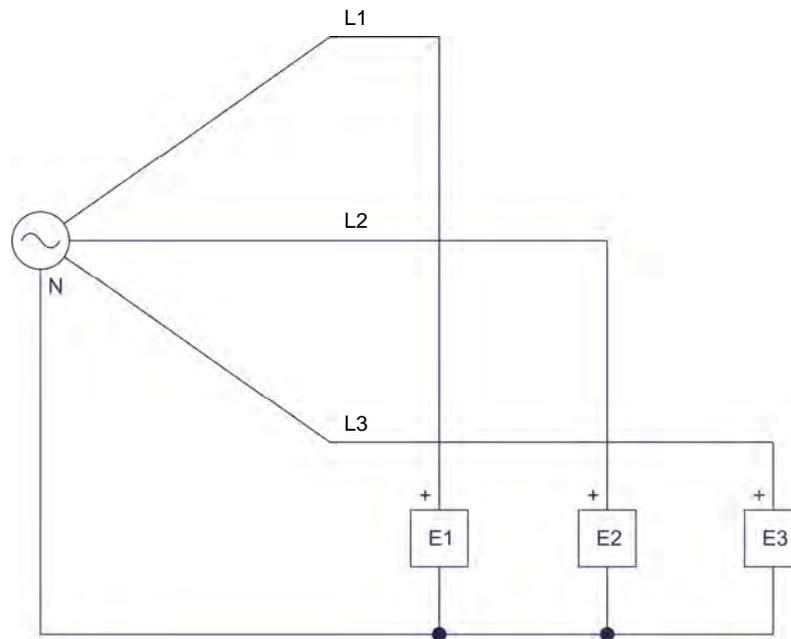

Figura 6-24. Configuración del circuito para determinar la secuencia de fases de la fuente de potencia ca trifásica de la Fuente de alimentación.
5. Configure el circuito mostrado en la figura 6-24.